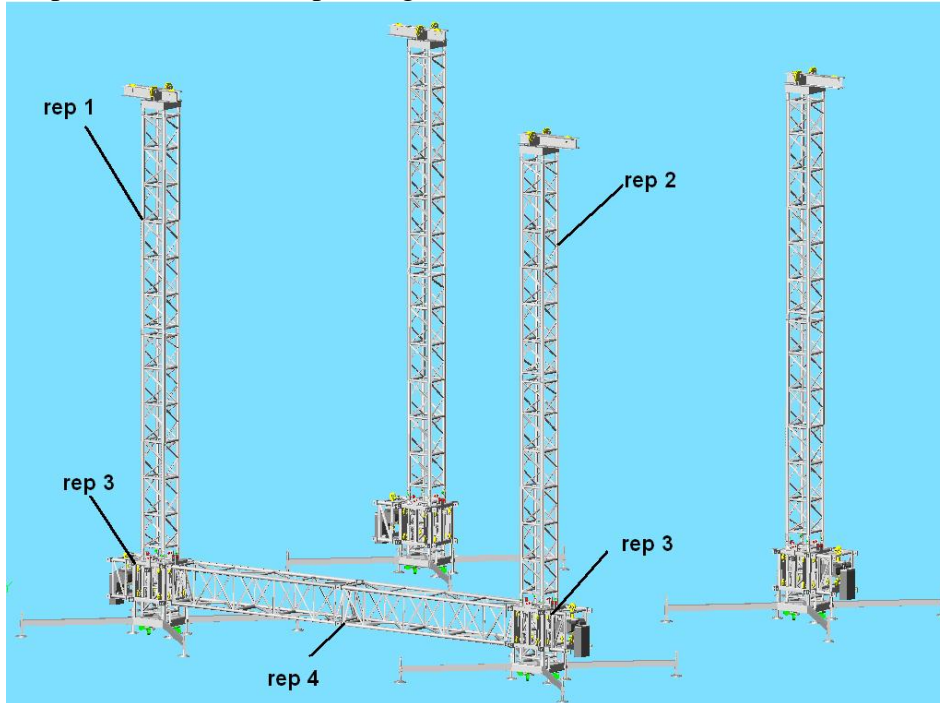
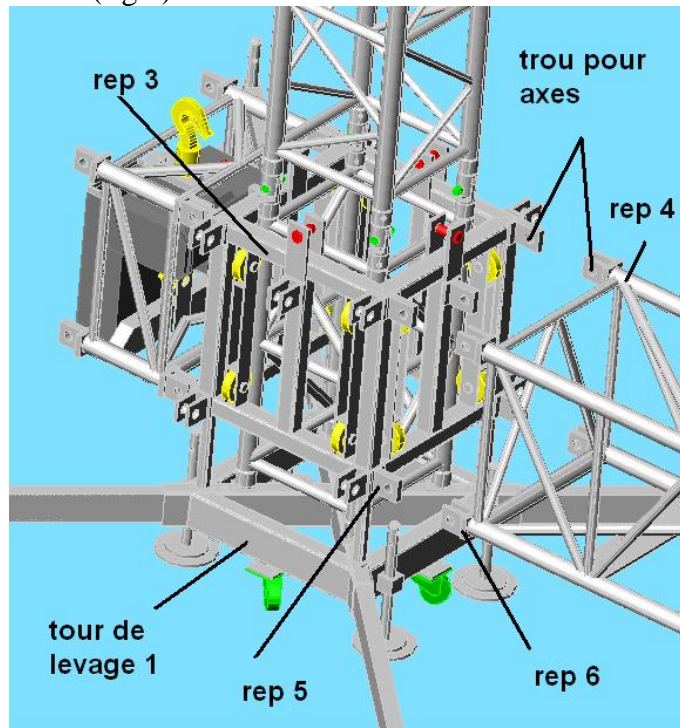

fig.6
fig.7
- a) Positionner un linéaire (rep 4) au même niveau que les chariots élévateurs (rep 3) des tours de levage 1 (rep 1) et 2 (rep 2) (fig.6), de sorte à pouvoir assembler les manchons mâles (rep 5) des chariots élévateurs (rep 3) avec les manchons femelles (rep 6) des linéaires (rep 4) (fig.7)
- b) Verrouiller les chapes mâles (rep 5) des chariots élévateurs (rep 3) et les chapes femelles (rep 6) du linéaire (rep 4) à l'aide d'axes en les plaçant dans les trous prévus à cet effet (fig.7)